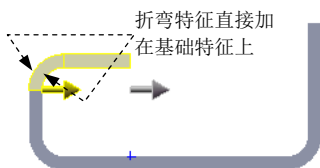

图 7.2.20 折弯在外
- ☑ “折弯在外”按钮: 把折弯特征直接加在基础特征上来创建材料而不改变基础特征尺寸, 如图 7.2.20 所示。